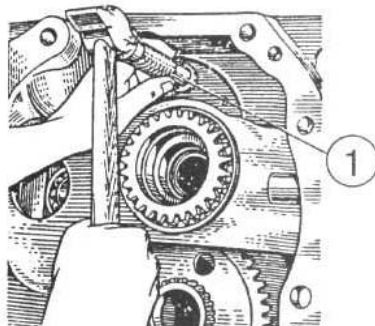

Рисунок 4.41
- в) выпрессуйте с помощью выколотки 1 (рисунок 4.41) ось шестерни из корпуса сцепления;